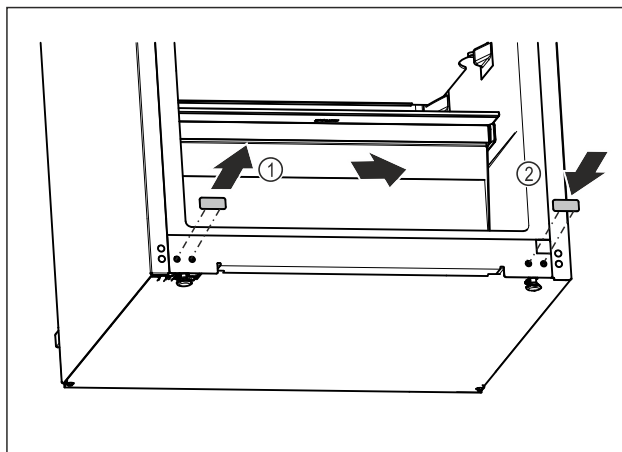

Fig. 18
- ▶ Húzza ki a fedődugót. Fig. 18 (1)
- ▶ Helyezze fel a fedődugót a másik oldalon. Fig. 18 (2)